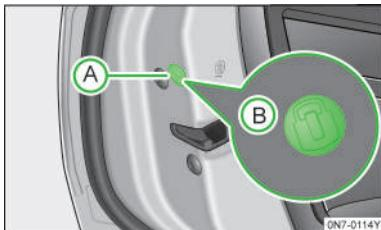

图 54
- 拆下饰盖 **A** » 图 54。
- 将钥匙插入槽口 **B** » 图 54 中并向车外转动。